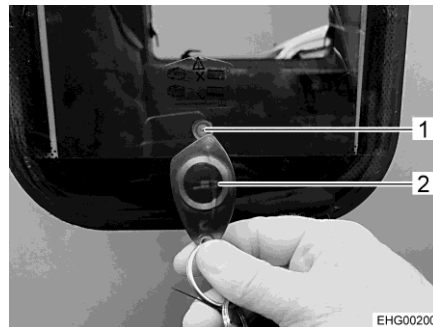

Fig. 51 Chip RFID
- Tenere il chip RFID (Fig. 51,2) esternamente rivolto verso il sensore (Fig. 51,1) nella zona inferiore della finestra.
- ▷ Quando la porta del vano abitabile viene bloccata o sbloccata mediante il chip RFID, sul sensore (Fig. 51,1) si accende per qualche istante un LED.